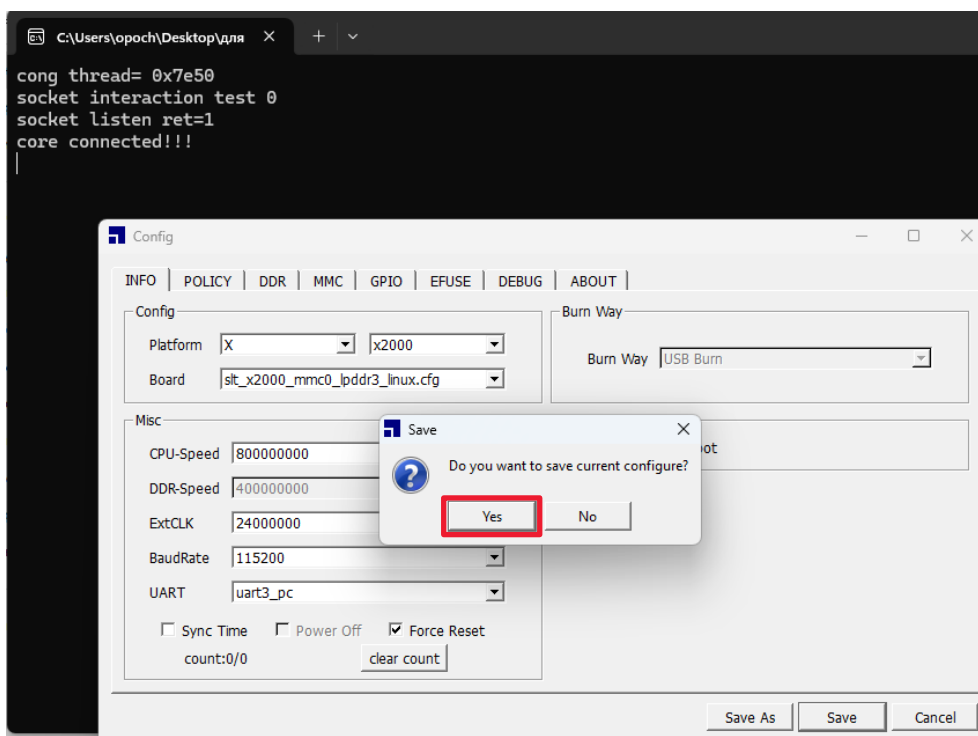

Рисунок 6. Подтверждение действия
- 5 Подтвердить действие, нажав **Yes** (рисунок 6).